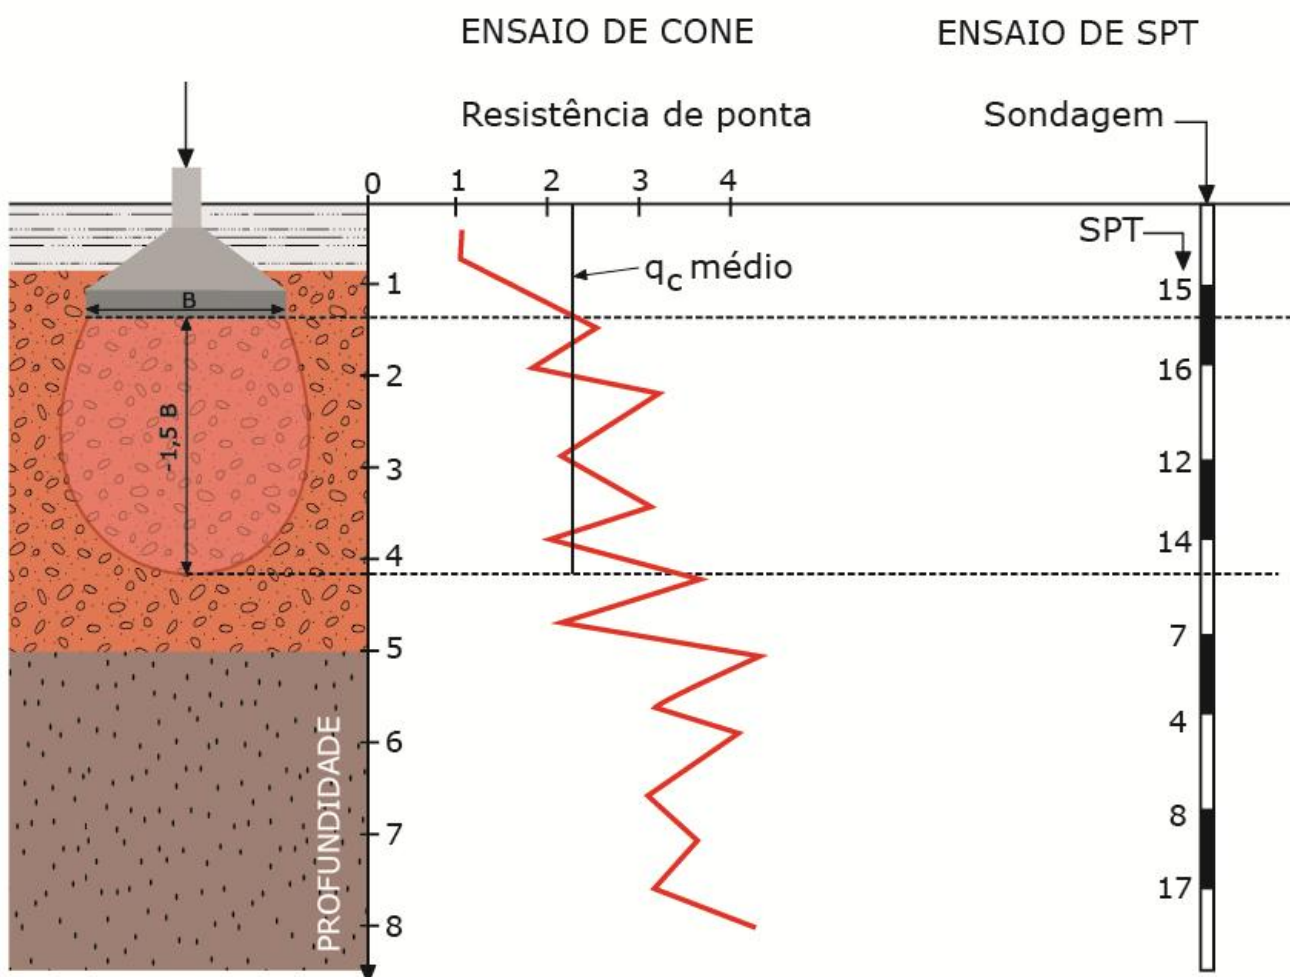

Figura 34: Dados de sondagem de um solo de versus bulbo de pressão
Pessoal, o bulbo de tensões vai definir inclusive a região limite até onde vamos estudar a resistência do solo para fundações superficiais. Vejam o exemplo da Figura 34. Como disse, considera-se o bulbo de tensões para acréscimos de até 10% de carga aplicada pela fundação. Assim, quando formos analisar a resistência/módulo de elasticidade do solo para uma **sapata** como na Figura 34, consideraremos as cargas até a **profundidade** que resulte no **bulbo de 10%**, que para sapatas corresponde a 1,5 a 2 vezes a sua largura (B), ou seja, **1,5 a 2 vezes B**.